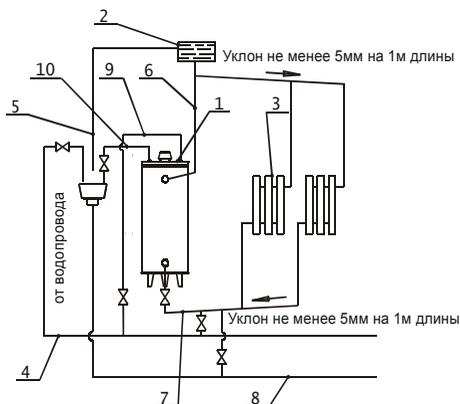

Рис. 4. Примерная схема системы отопления с использованием аппарата на горячее водоснабжение:
При кратковременном режиме, протекающая через змеевик вода нагревается и расходует без нарушения работы отопительной системы (кран трубопровода обратной воды 7 (рис. 4) не перекрывать в отопительный сезон).
- отключить систему отопления, перекрыв кран трубопровода обратной воды п.7 (рис. 4);
6.6. Аппарат подключить к системе отопления и горячего водоснабжения (рис.4). Систему отопления заполнить водой. Для этого при закрытом сливном вентиле открыть впускной вентиль от водопровода и следить за наполнением отопительной системы по сигнальной трубе.